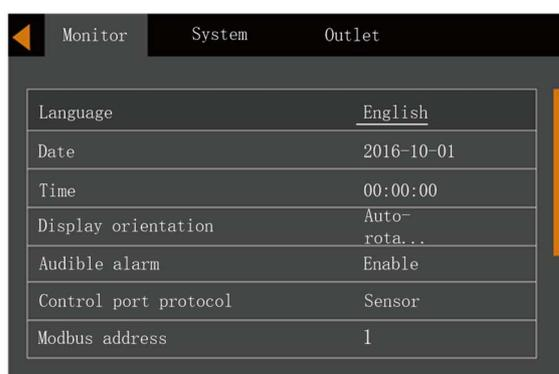

Figura 5-17 Cambio de idioma
4. Pulse la tecla  o  para seleccionar el idioma que desee y a continuación pulse la tecla  para confirmar. Llegados a este punto, la información de la pantalla LCD se mostrará en el idioma que haya seleccionado. Véase la Figura 5-17.